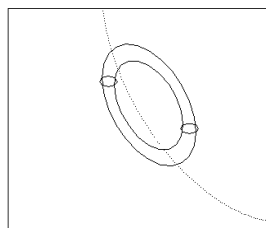

图 15-94
(53) 作圆环体。单击  按钮或者在命令行直接输入 torus。半径分别为 32.5 和 5, 结果如图 15-94 所示。